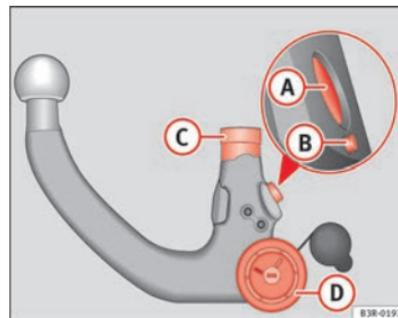

Fig. 153 Dispositif d'attelage amovible : boule d'attelage
- Vérifiez l'état et la propreté de la boule d'attelage au niveau du pivot de verrouillage (A), du pivot de déclenchement (B), de la tige d'introduction (C) et de la molette (D) ⇒ page 212, fig. 153.